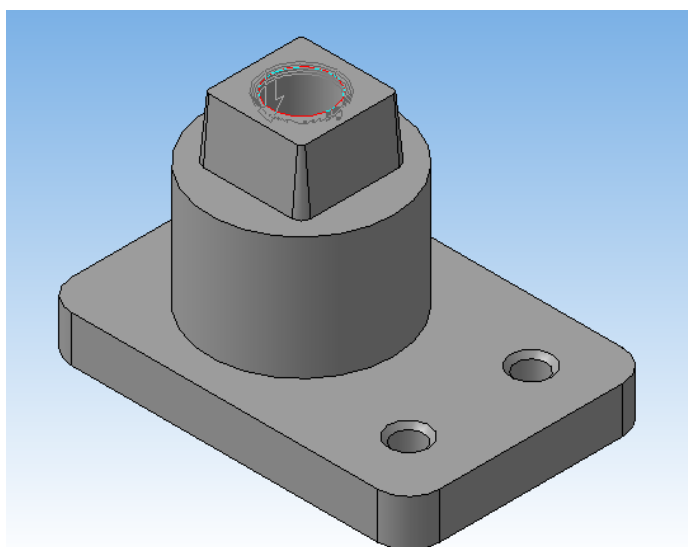

Рисунок 41.
21. Выполните фаску, указав длину **2 мм** и угол **45** градусов (рисунок 41).